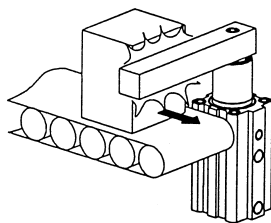

図2
- ① シリンダのピストンロッドに回転力を加えますと、作動不良、不回転精度の低下を招きますので、ご使用に際しては、必ず下記の事柄を守ってください。
- ① 回転方向での仕事(クランプ・ストッパ等)は、絶対に行わないでください。(図2)